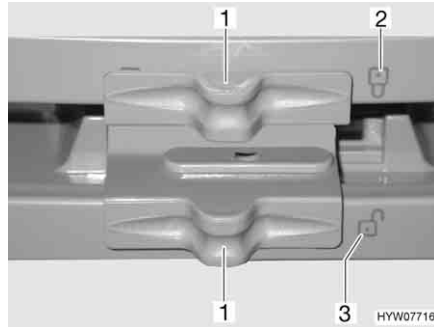

Fig. 191 Bloqueo de la puerta del frigorífico/puerta del compartimento congelador (Dometic de la serie 7 con compartimento congelador separado)
- Desplazar el bloqueo (Fig. 191,1) hacia un lado, de tal manera que sea visible el candado abierto "☞" (Fig. 191,3).
- Desplazar el bloqueo (Fig. 191,1) hacia un lado, de tal manera que sea visible el candado cerrado "☜" (Fig. 191,2).